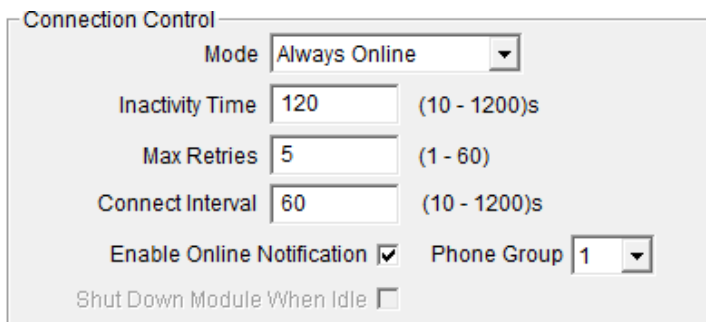
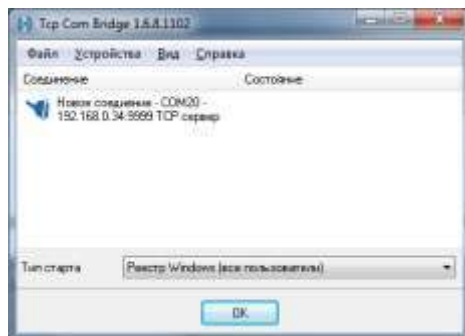
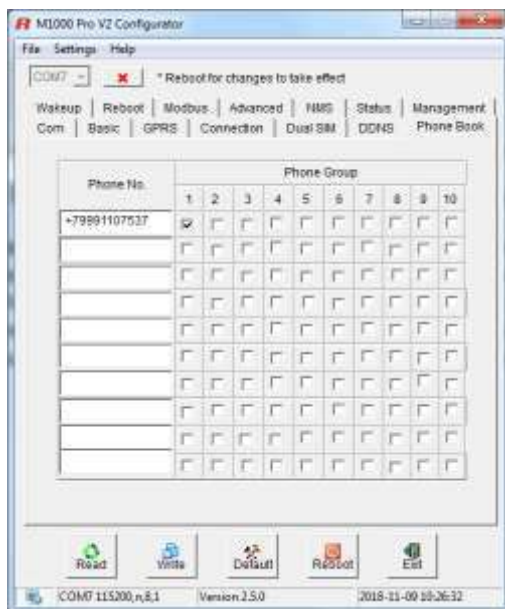

Рисунок 18 – Область параметров «Connection Control» вкладка «Connection»
Рисунок 23 – Окно программы «TCP COM Bridge»
Рисунок 24 – Вкладка «Phone Book» окна программы «M1000 Pro V2 Configurator»
3.5.13.8 В область параметров «**Connection Control**» ввести следующие настройки (рисунок 18):
3.5.13.14 Нажать кнопку «OK» в окне «Виртуальные порты» программы «**TCP COM Bridge**» (рисунок 23). В появившемся окне (рисунок 24) установить тип старта «**Windows Registry (all users)**».
3.5.13.17 Для диагностики успешного подключения можно установить телефон, на который будет отправляться SMS-сообщение при успешном входе в сеть. Для этого необходимо в настройках терминала во вкладке «Connection» установить режим «Enable Online Notification» (рисунок 18) и задать телефон во вкладке «Phone Book» (рисунок 24).
3.5.13.18 Для сохранения произведенных настроек необходимо нажать кнопку «Write» . После успешной записи настроек появится сообщение об успешной записи и просьба перезагрузить терминал (рисунок 18). Перезагрузка терминала осуществляется включением/выключением питания. Для перевода терминала в рабочий режим следует перевести движок в положение «**NORMAL**».